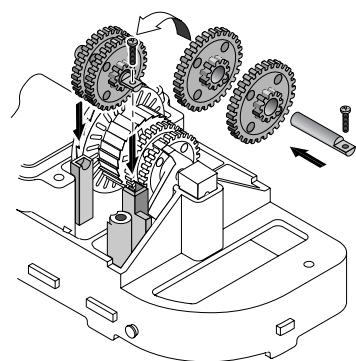

Figura 27
4. Vuelva a instalar el eje corto de transmisión, el tornillo prisionero y los dos engranajes (Consultar la Figura 27); los pequeños piñones de engranaje y el tornillo prisionero del eje van al costado hacia el *extremo del limpiador* – alejados de la caja del oscilador box. Verifique que los engranajes enganchen los engranajes en el eje largo de transmisión.